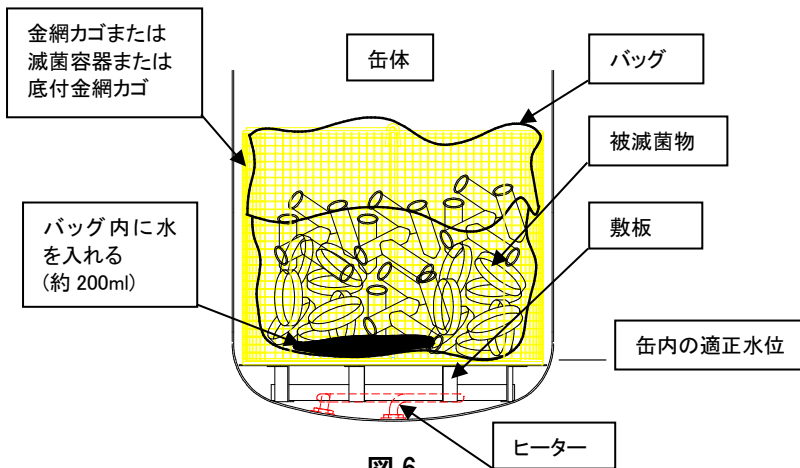
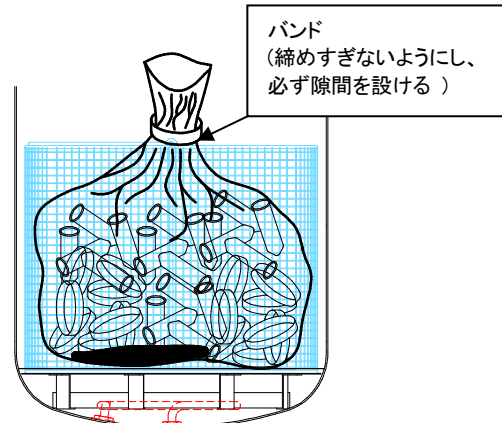

図 6
図 7
折り返したバッグ容積の 60%程度の内容量にとどめてください。(図 6)
- ① **バッグの口は必ず開いてください。(図 6, 図 7)**
- ① **確実な滅菌の為にバッグに 200ml 程度の水を入れてください。(図 6)**